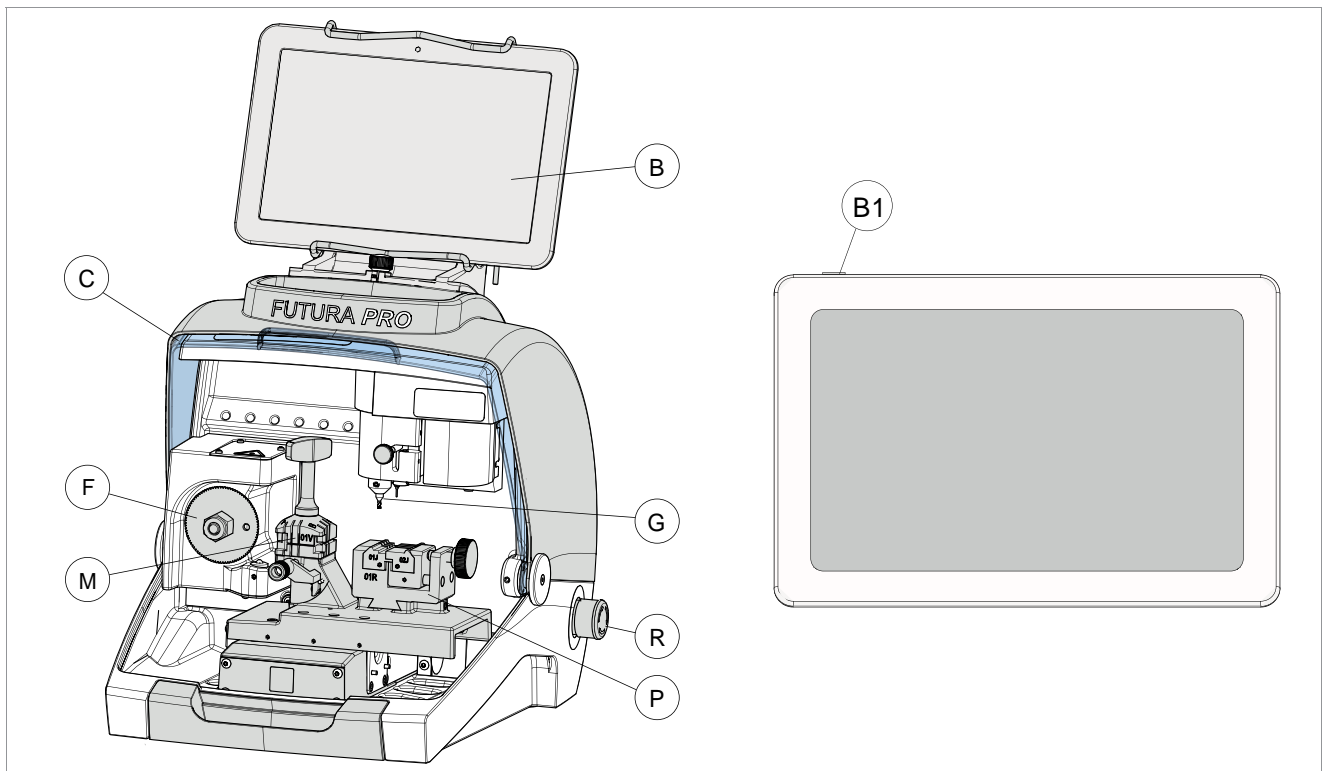

Fig. 23
- 2) Schakel de tablet aan door de AAN/UIT-knop (B1) (Fig. 23) enkel seconden ingedrukt te houden.